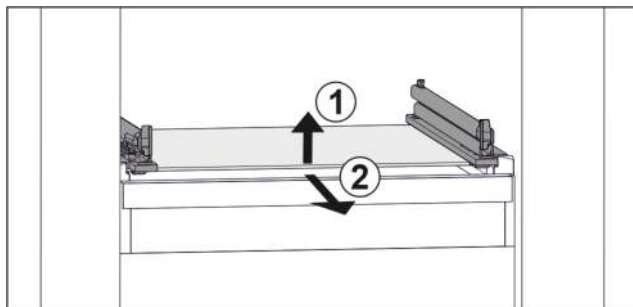

Fig. 131 Beispielhafte Darstellung der Glasplatte
- Glasplatte vorne anheben. Fig. 131 (1)
- Glasplatte nach vorne entnehmen. Fig. 131 (2)